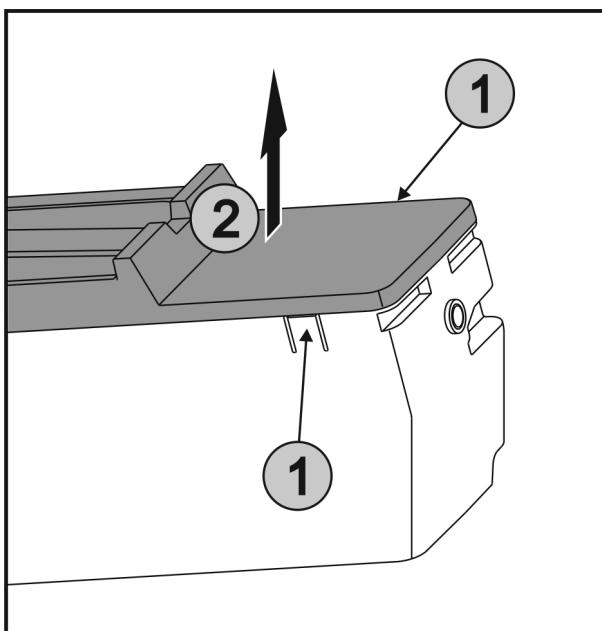

Fig. 48
- Натиснете едновременно езичетата Fig. 48 (1) от двете страни на EasyTwist-Ice и свалете капака Fig. 48 (2) нагоре.